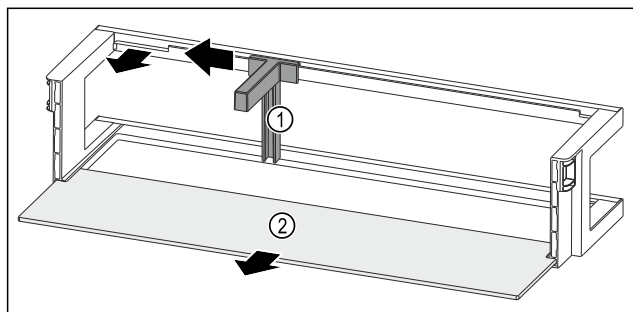

Fig. 93 Рафт на врата с преграда за бутилки и рафт
- Плъзнете преградата за бутилки Fig. 93 (1) настрани до прореза.
- Свалете преградата за бутилки Fig. 93 (1).
- Свалете рафта Fig. 93 (2).